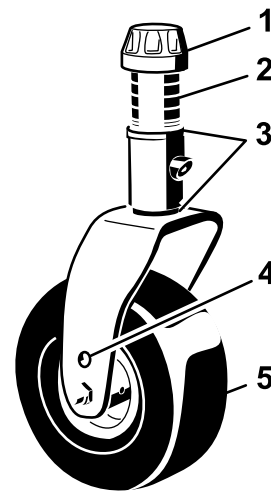

Bild 5
2. Stecken Sie die Laufradachsen in beiden Laufradgabeln in die gleichen Löcher. Ermitteln Sie die richtigen Löcher für die Einstellung mit Bild 5.
- Entfernen Sie die Spannkappe von der Spindelwelle (Bild 5) und ziehen die Spindel aus dem Laufradarm heraus. Ziehen Sie zwei Beilagscheiben so auf die Spindelwelle, wie sie ursprünglich montiert waren. Diese Beilagscheiben sind erforderlich, um alle Mähwerke über die Breite auf ein Niveau zu bringen. Schieben Sie die erforderliche Anzahl von Distanzstücken (1/2") auf die Spindelwelle, um die gewünschte Höhe zu erhalten; schieben Sie dann die Scheibe auf die Welle.